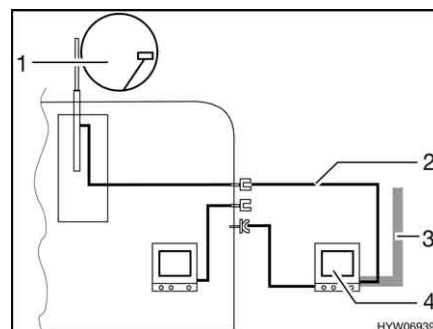

Bild 151 TV i förtältet
- TV i förtältet (Bild 151,4): Anslutning till takantenn (Bild 151,1) med anslutningskabel (Bild 151,2)
- TV i förtältet (Bild 151,4): Anslutning till extern antenn (Bild 151,3)